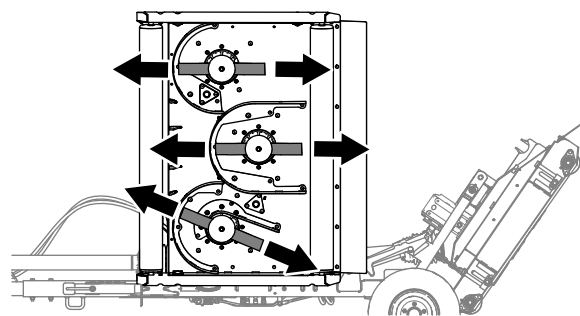

Figura 70
1. Allineate la lama del tosaerba come illustrato nella Figura 70.